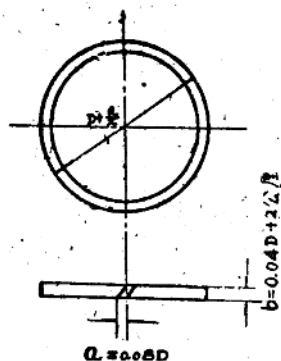

图 6 活塞胀圈
3. 涨圈 加工涨圈时，要先车一比加工后所需直径D稍大的圆环，其直径等于 $D + \frac{a}{z} + z$ （a—斜口宽度=0.08D）见图6。再把此圆环切成45°斜口，然后夹在胎具上加工，严格要求涨圈的外径为D。用上述方法加工的涨圈具有弹性。